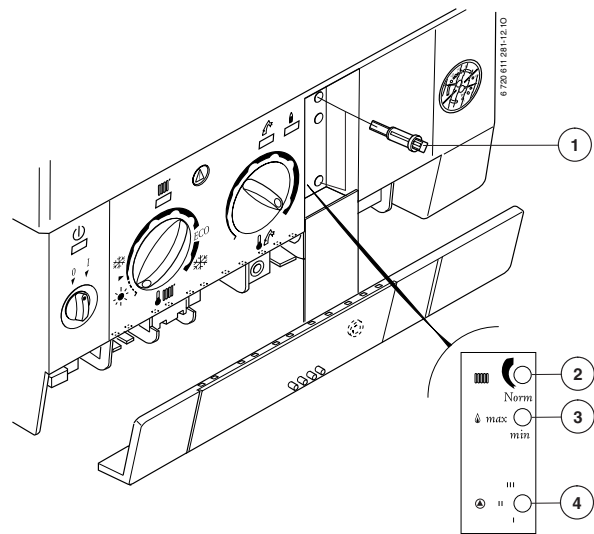

Fig. 36
- ▶ Verificare che il commutatore delle modalità di funzionamento (3) sia su **Norm (= funzionamento normale)** (Fig. 36).
- ▶ Ruotare il potenziometro della potenza di riscaldamento (2) (Fig. 36) in modo che la pressione alla rampa ugelli corrisponda alla potenza termica in relazione al fabbisogno desiderato (vedere Tab. 13 a Tab. 16).